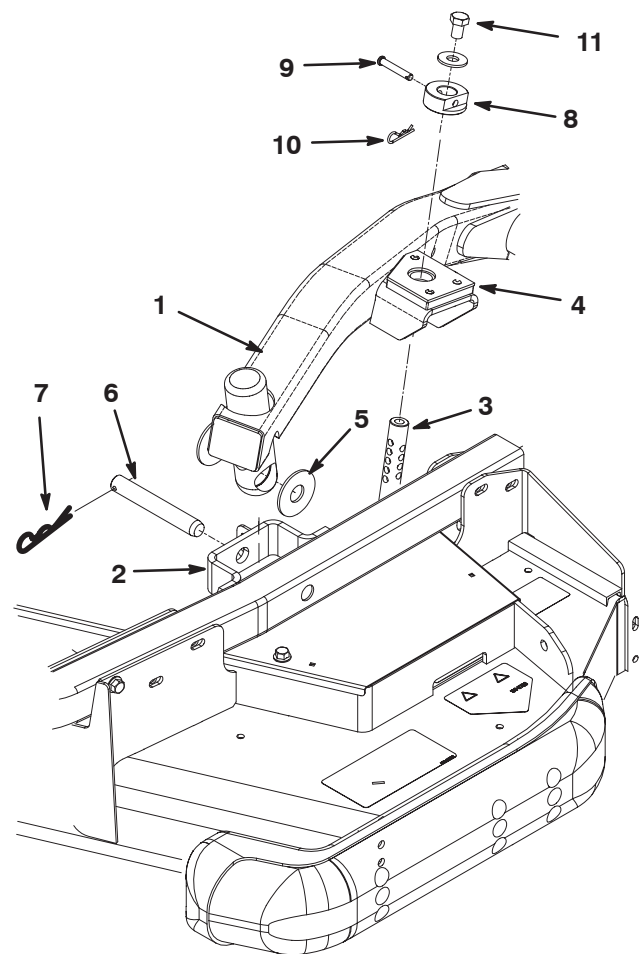

Bild 29
4. Stellen Sie den Hubhebel auf die Schweben-Stellung. Drücken Sie einen Hubarm nach unten, bis die Löcher im Hubarm mit den Löchern in der Laufradarmhalterung ausgerichtet sind, und die Schnitthöhenstange in die Hubarmpolster eingesetzt werden kann (Bild 29).
5. Befestigen Sie den Hubarm mit zwei (2) Druckscheiben, einem Lastösenbolzen und einem Splint am Laufradarm. Legen Sie die Druckscheiben zwischen den Hubarm und die Halterung des Laufradarms (Bild 29). Setzen Sie das Ende des Splints in den Schlitz im Laufradarm ein, um den Splint zu arretieren.
9. Befestigen Sie die Schnitthöhenstellringe an den Schnitthöhenstangen und befestigen Sie sie mit den Lastösenbolzen und den Splints (Bild 29). Der Kopf des Lastösenbolzens sollte zur Vorderseite des Mähwerks zeigen.
10. Setzen Sie oben auf jeder Schnitthöhenstange eine 1/2 x 3/4 Zoll Kopfschraube und eine Scheibe ein (Bild 29).